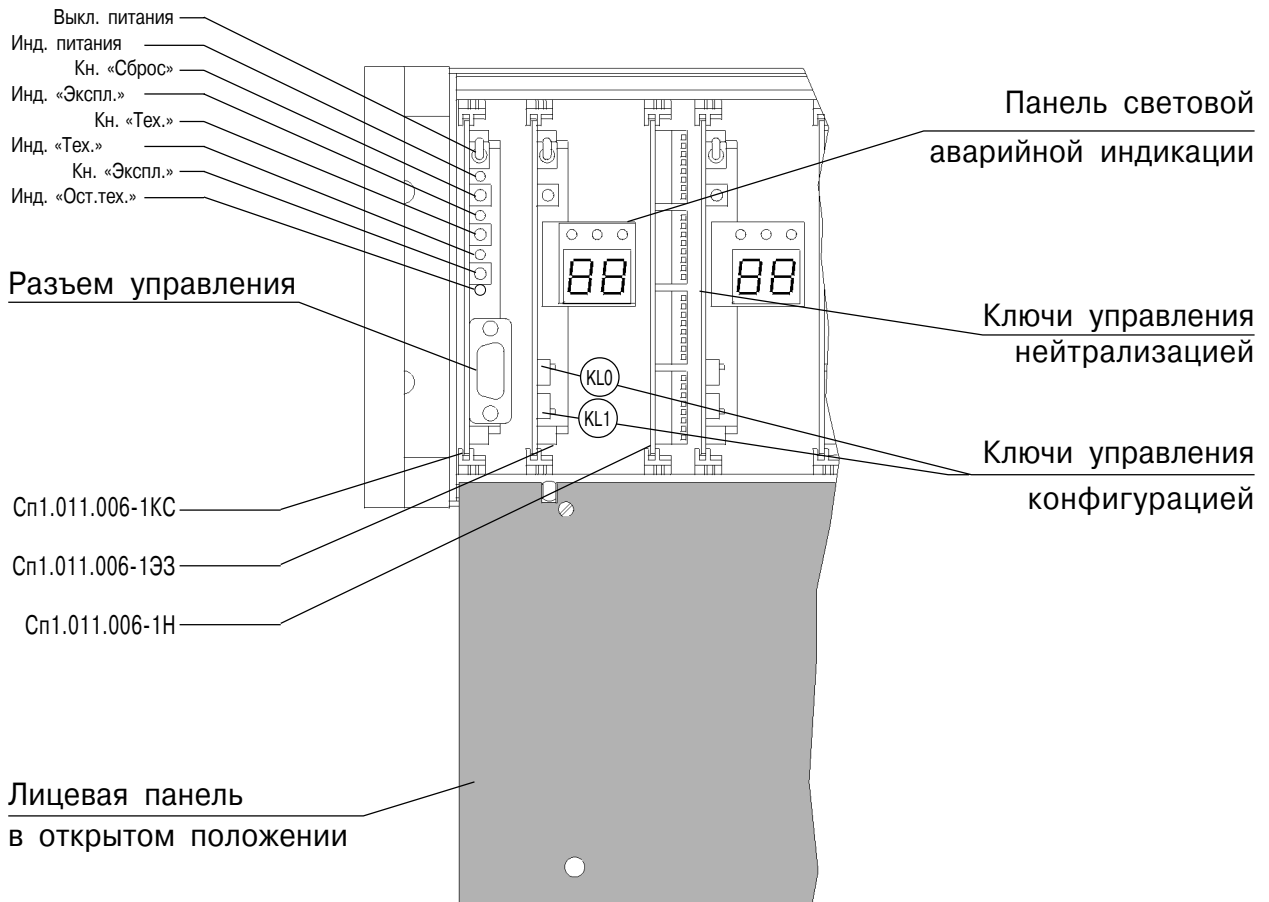

Рис.5.
2.1. Назначение переключателей группы KL0 платы Sp1.011.006-1ЭЗ (см. рис. 5):
2.2. Назначение переключателей группы KL1 платы Сп1.011.006-1ЭЗ (см. рис. 5):
5.4.2. Конфигурация линейного интерфейса задается двумя байтами, расположенными по адресам E000 и E001. Назначение бит в этих байтах полностью аналогично назначению ключей в группах, соответственно, KL0 и KL1 платы Сп1.011.006–ЭЗ (рис. 5).